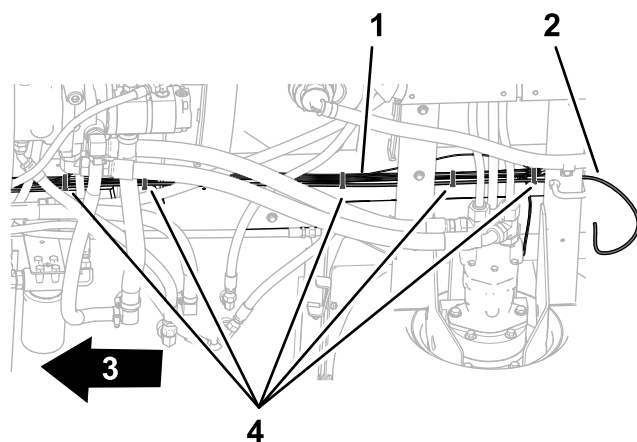

Figura 93
1. Instradate il tubo di rilevamento della pressione per il manometro del cruscotto lungo il cablaggio preassemblato posteriore (Figura 93).